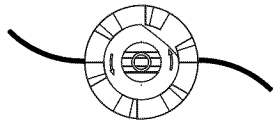

Fig. 22
5. Vuelva a colocar la tapa protectora alineando las lengüetas de la tapa con los orificios de traba ubicados en la bobina exterior y presione firmemente hacia abajo hasta que ambas lengüetas se inserten nuevamente en su lugar. (Fig. 22)